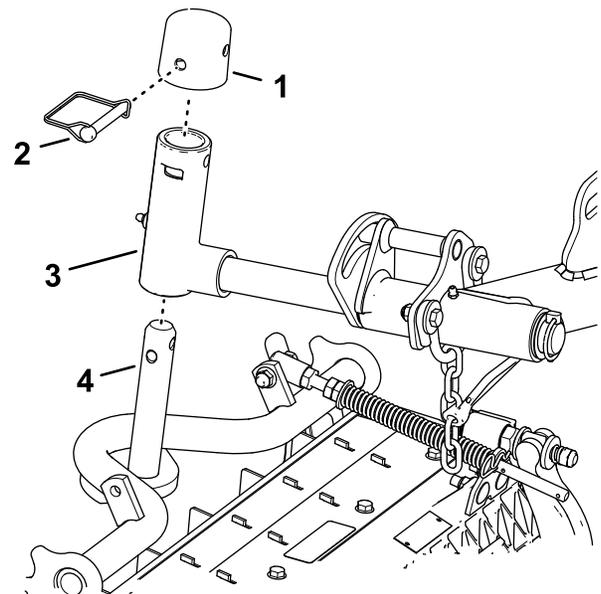

Figura 17
1. Deslize a unidade de corte sob o braço de elevação (Figura 17).
Bloqueio da articulação da unidade de corte para cortar relva numa encosta—Bloqueie as articulações da unidade de corte para evitar que as unidades de corte rodem para baixo ao cortar a encosta de uma colina. Utilize o furo na forquilha da articulação (Figura 17) para bloquear a unidade de corte. Utilize a ranhura para uma unidade de corte de direção.